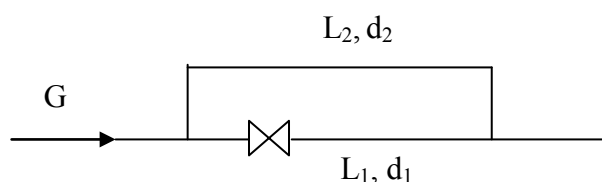

Рисунок 9.4
9.2.3 У гілці довжиною L_1 установлений дросель із коефіцієнтом витрати $\mu = 0,7$ (рис. 9.4). Визначити діаметр дроселя, при якому витрати рідини у гілках будуть рівні, діаметри трубопроводів однакові $d_1 = d_2$. Температура рідини дорівнює t . Сумарна витрата на обох гілках дорівнює G . Трубопровід вважати гідравлічно гладким.